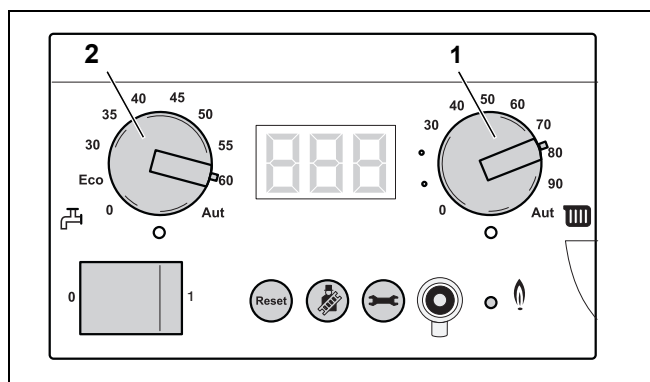

Fig. 120 Controler de bază BC10
- Poziționați la temperatura maximă butonul rotativ pentru temperatura maximă a apei cazanului (fig. 120, poz. 1) și butonul pentru apă caldă-valoare nominală (fig. 120, poz. 2).
- Poziționați la temperatura dorită butonul rotativ pentru temperatura maximă a apei cazanului (fig. 120, poz. 1) și butonul rotativ pentru apă caldă-valoare nominală (fig. 120, poz. 2).